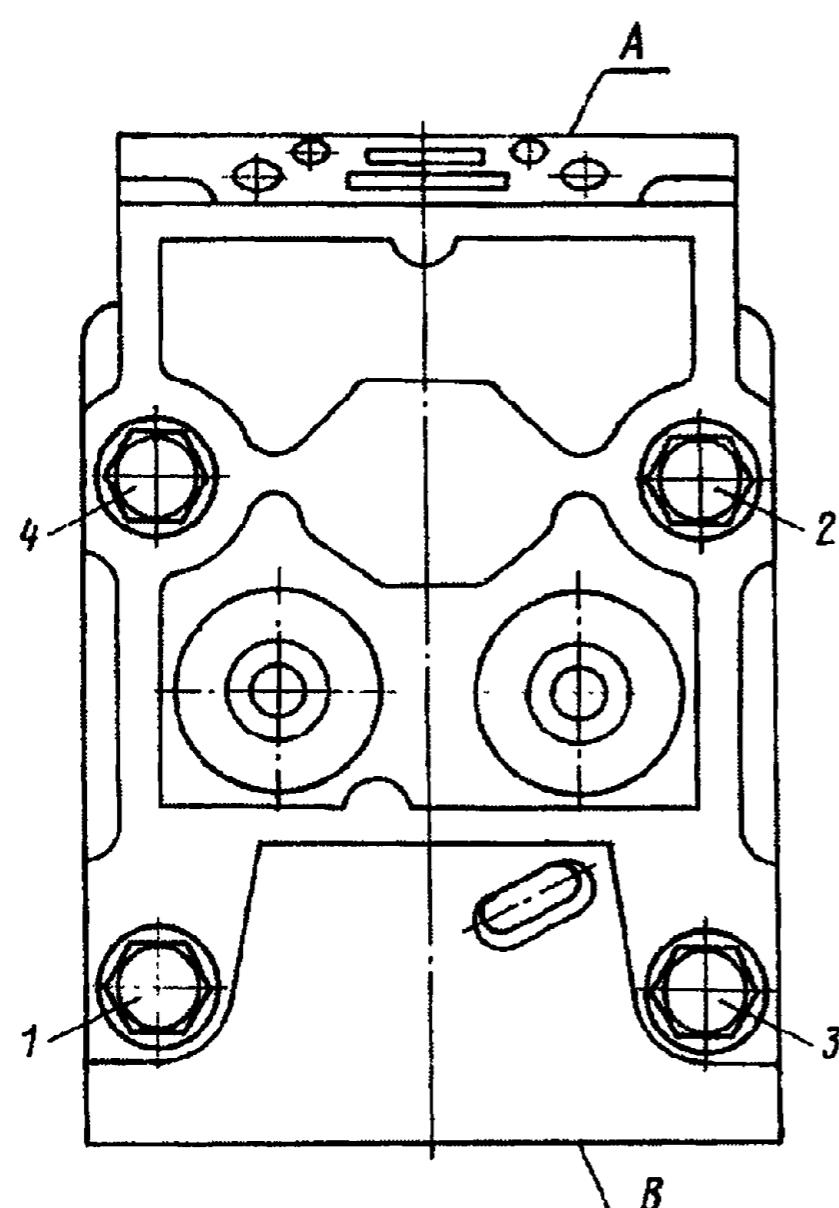

Рис. 10. Схема затяжки болтов крепления головки цилиндра:
11. Ослабьте затяжку болтов крепления головок цилиндров в последовательности, изображенной на схеме (рис. 10), затем выверните их, снимите головки и проставьте на них номера цилиндров	Сменная головка 19 мм, вороток
19. Затяните болты крепления головок в три приема в последовательности, изображенной на рис. 10:	Сменная головка 19 мм, вороток, динамометрический ключ